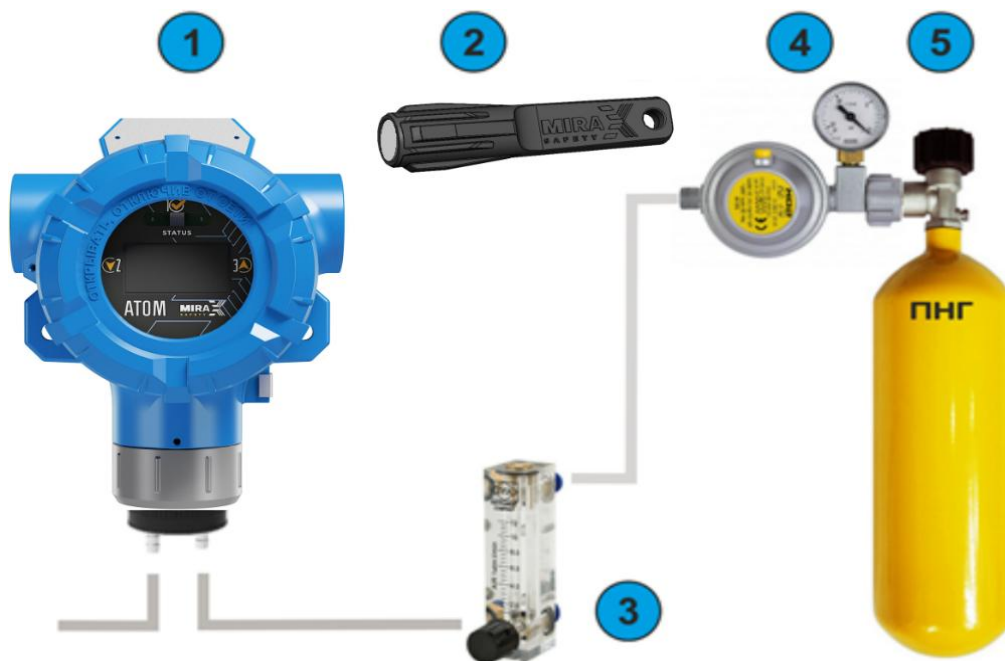

Рисунок 39 – Комплект для калибровки нуля магнитным ключом
- ① АТОМ;
- ② Магнитный ключ;
- ③ Ротаметр;
- ④ Редуктор;
- ⑤ ПНГ (поверочный нулевой газ) либо заведомо чистая атмосфера без остаточного количества определяемого газа (см. рисунок 39).